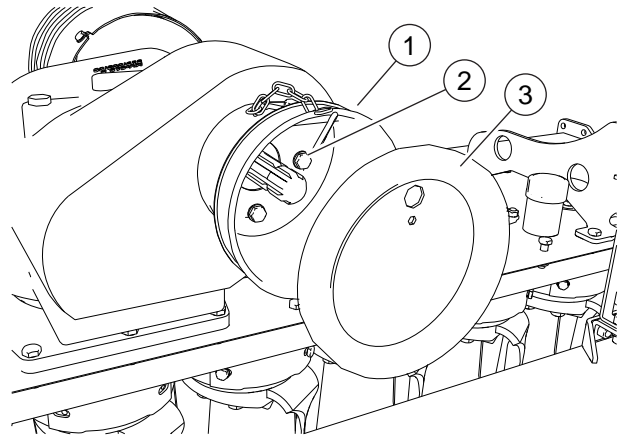

FIG. 13
- Posicionar la protección (1, “Fig. 13”). Enroscar los tornillos (2). Instalar la tapa (3).